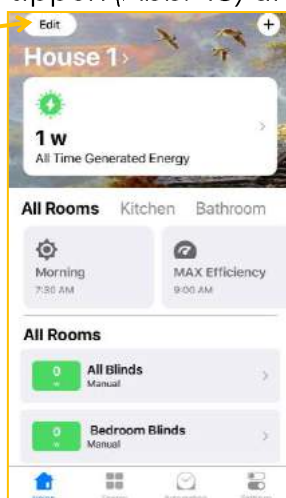

Abbildung 43
10.10.1. Auf **Edit** oben links tippen, um den Vorgang zu beginnen (Abb. 43).